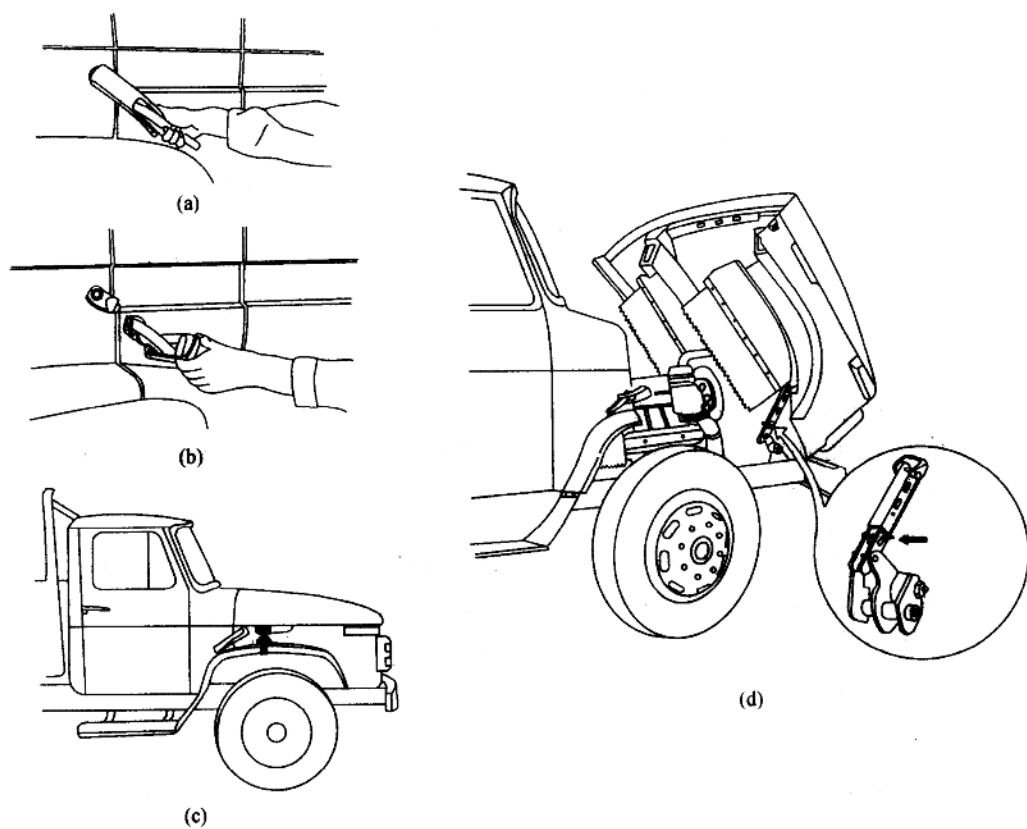

图 1-14 车头开启与关闭
4. 车头开启与关闭(见图 1-14)。车头开启:打开两侧车头锁(图 1-14a、b),将驾驶室仪表板右下方的车头安全锁操纵手柄向下推到底(图 1-14c),车头即可打开,打开后将手柄推回中间位置。然后站到汽车右前方,将支杆支起,注意使安全销确实进入槽内(图 1-14d),以防车头落下伤人。